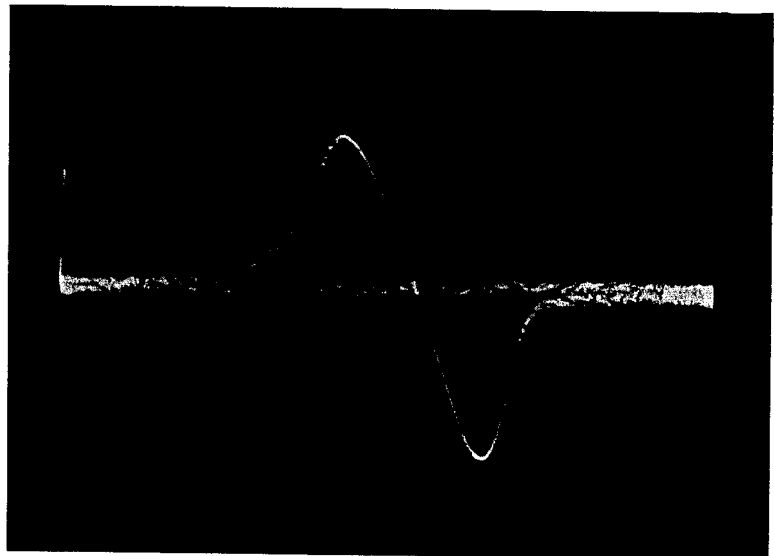

Bild 16 „S-Kurve“ Tonteil
- i) Wobbler einschalten, Markengeber abschalten. Dreht man die Wobblerausgangsspannung sehr klein, so muß eine saubere S-Kurve wie in Bild 16 geschrieben werden. An Hand dieser kann man die Symmetrie und den gradlinigen Verlauf des Ratiodektors überprüfen.